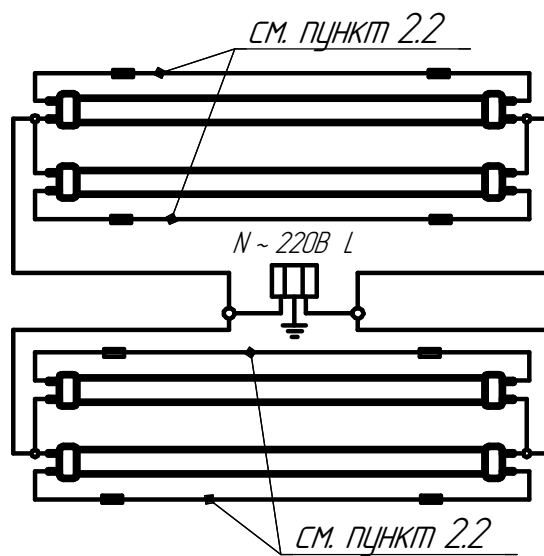

Рисунок 4. Схема электрическая ДПО10-4x11-004
2.2 При использовании других типов ламп LED Т8 G13 отсоединить провода согласно схемы (см. рисунок 4. прилож. А)
Устройство, установка светильников показаны в приложении А (рисунки 1-3), электрическая схема показана в приложении А (рисунок 4).